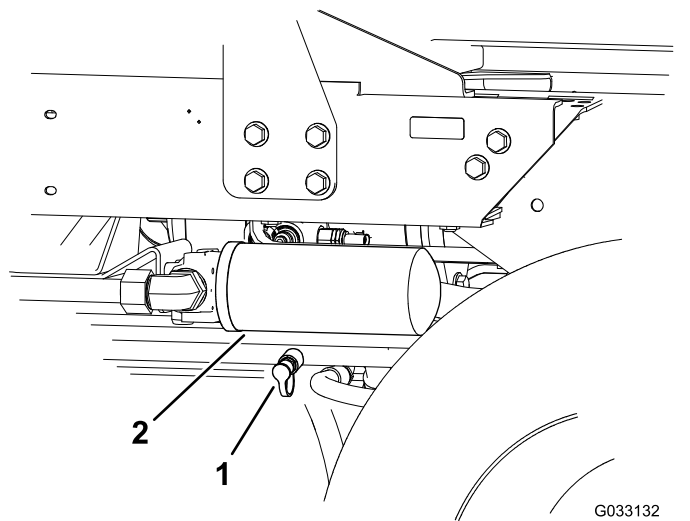

図 42
2. 後部走行マニホールドに取り付けた故障診断用フィッティングと後退走行油圧テストポートとを油圧ホースでつなぐ 図 42。